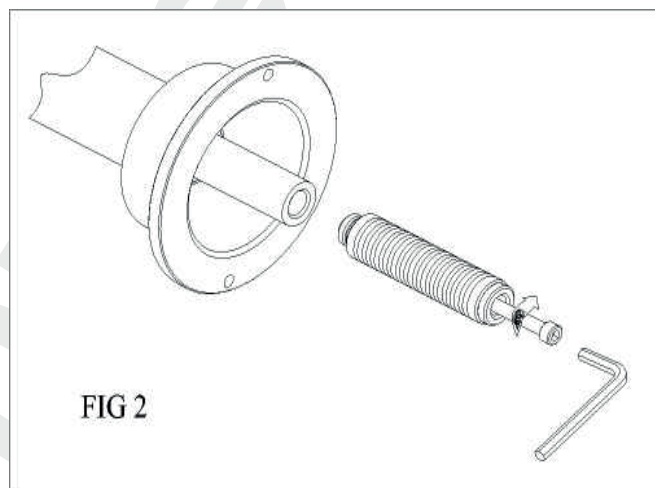

Рис. 8-2
- **Перед вводом станка в эксплуатацию необходимо установить хвостовик вала на балансировочный вал станка, см. рис. 8-2.** Перед установкой используйте хлопчатобумажную салфетку для очистки центрального отверстия вала и соединительной части. Используйте торцовый ключ для фиксации резьбового хвостовика на балансировочном валу.